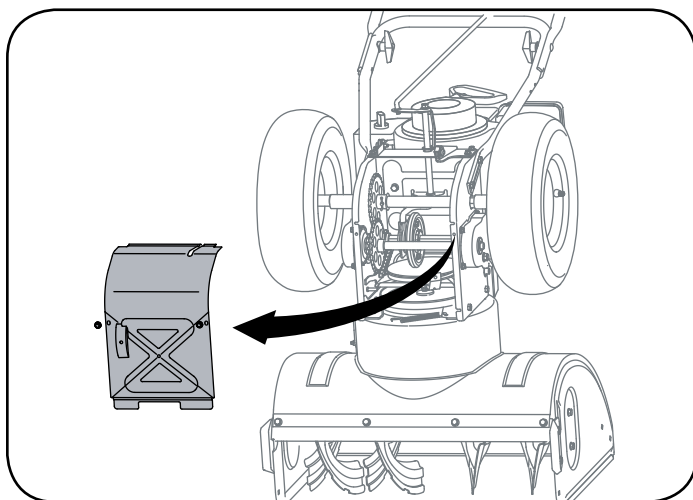

Figura 18
1. Saque los tornillos autorroscantes de la cubierta del marco ubicada debajo de la máquina quitanieve. Consulte la figura 18.
2. Drene la gasolina de la máquina quitanieve o coloque un trozo de plástico debajo del tapón de llenado del combustible. Inclíne con cuidado la máquina quitanieve hacia arriba y hacia delante de manera que quede apoyada sobre la caja. Saque los tornillos autorroscantes de la tapa del marco ubicada debajo de la máquina quitanieve y mueva hacia afuera dicha cubierta. Vea la figura 18.
1. Con la máquina quitanieve inclinada hacia delante (asegúrese de vaciar la gasolina o de colocar una película plástica debajo del tapón de llenado del combustible si la máquina ya ha sido puesta en funcionamiento), saque la cubierta del marco ubicada bajo la máquina quitanieve, para lo cual debe sacar los tornillos autorroscantes. Vea la figura 18.